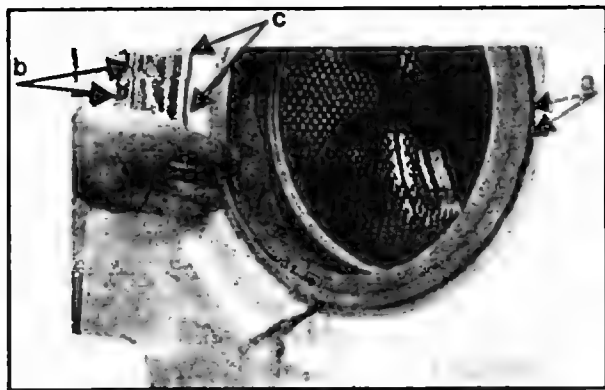

Рис. 3.9.1.12. Демонтаж уплотнителя дверцы люка
- С помощью плоскогубцев снимают зажимы, которыми уплотнитель люка скрепляется с передней панелью (рис. 3.9.1.12);